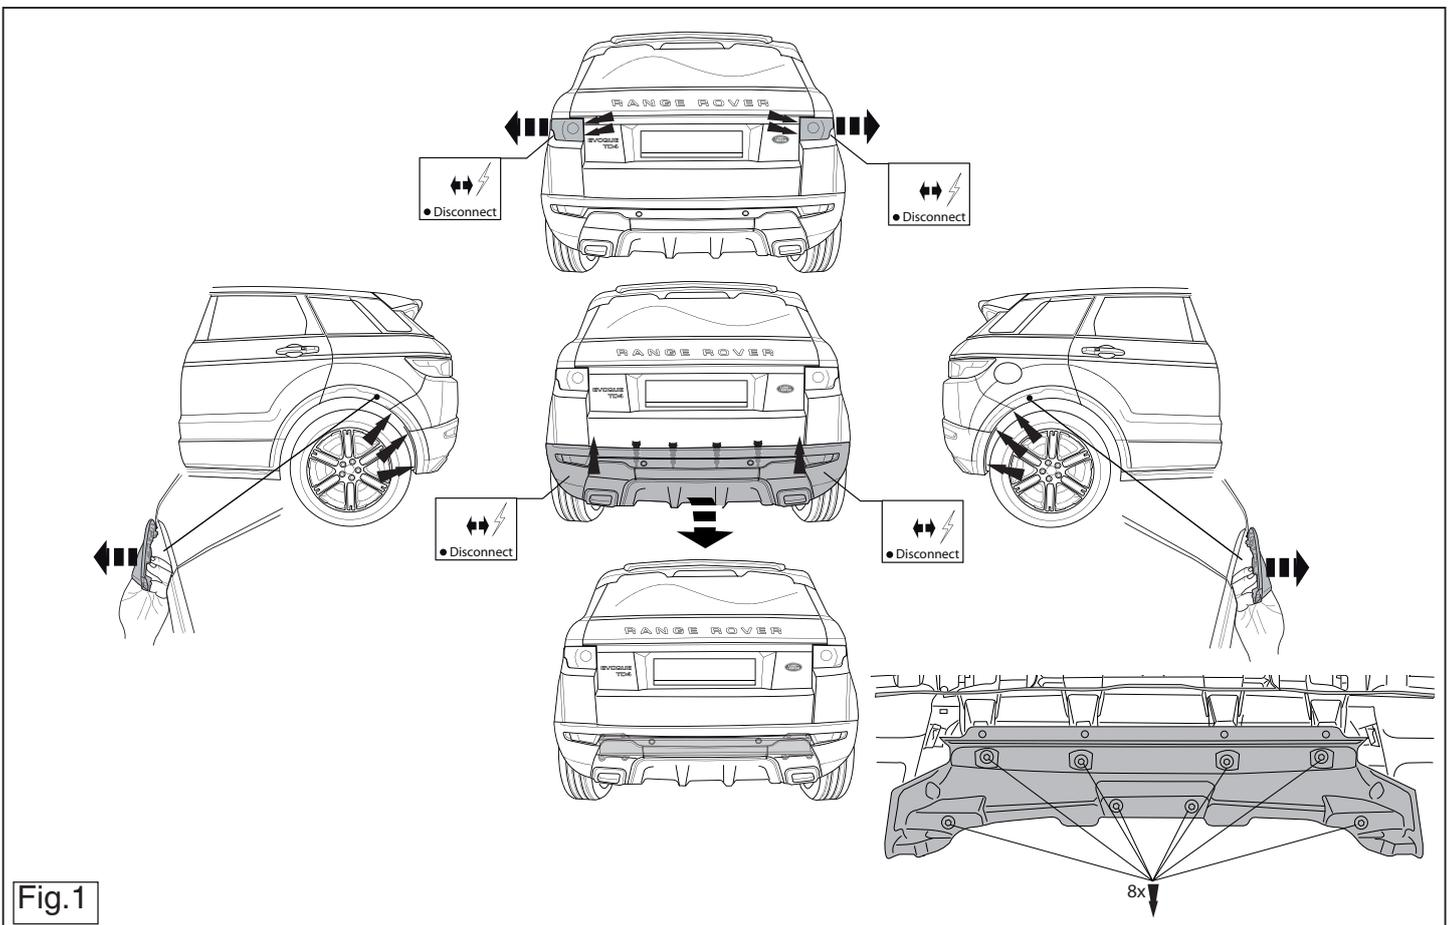

Fig.1
1. Remove the rear-light units. (see fig. 1).
2. Remove the bumper. (see fig. 1).
6. Remove the heat shield from the bumper. (see fig. 1)
1. Demonteer de achterlicht units (zie fig. 1).
2. Demonteer de bumper. (zie fig. 1).
6. Demonteer het hitteschild uit de bumper. (zie fig. 1)
1. Die Rücklichter abmontieren. (siehe Fig. 1).
2. Die Stoßstange abmontieren. (siehe Fig. 1).
6. Entfernen Sie den Hitzeschild von der Stoßstange. (siehe Fig. 1)
1. Démontez les feux arrière. (Voir la fig. 1)
2. Démontez le pare-chocs. (Voir la fig. 1).
6. Démontez la protection anti-chaaleur du pare-chocs. (Voir la fig. 1)